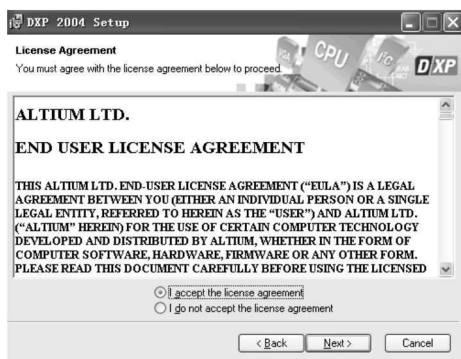

图 1-4 软件许可协议
- (2) 点击“Next”按钮,弹出如图 1-4 所示的软件许可协议窗口,请选择“I accept the license agreement”选项。